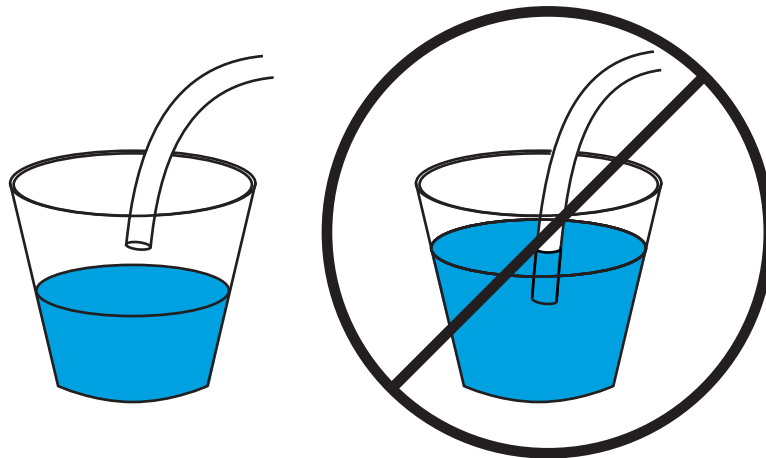

図 98 廃液チューブを正しく吊り下げた状態（左）と間違って浸水させた状態（右）
- チューブの開口端が廃液コンテナで浸水していない (図 98)。